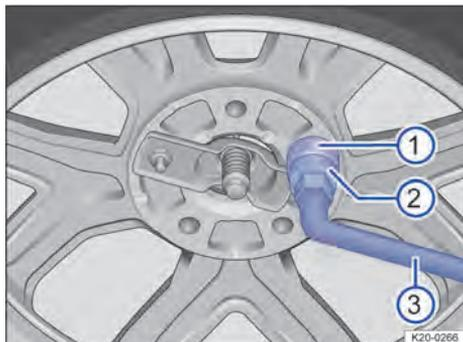

Fig. 201 Retirar la protección antirrobo.
1. Saque el adaptador para la protección antirrobo → fig. 201 ② y la llave de rueda → fig. 201 ③ de las herramientas de a bordo.
2. Retire la caperuza de la tuerca de seguridad → fig. 201 ①.
3. Encaje el adaptador para la protección antirrobo ② y la llave de rueda ③ en la tuerca de seguridad ①.
4. Desenrosque completamente la tuerca de seguridad ① en el sentido contrario al de las agujas del reloj con la llave de rueda ③.